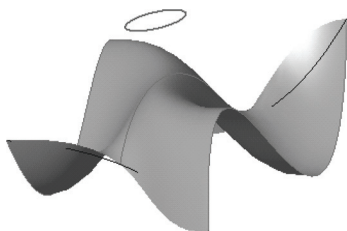

图 10-11 打开模型文件
STEP 01 单击快速访问工具栏中的“打开”按钮, 打开模型文件, 如图 10-11 所示。